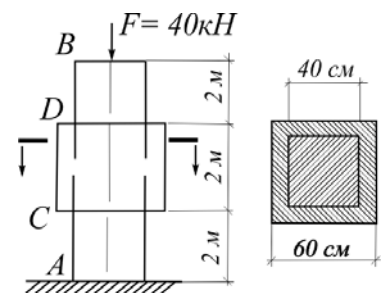

Рис. 2.30
**2.30.** На стержень  $AB$  квадратного сечения плотно надета абсолютно жесткая обойма  $CD$ . Определить изменение длины стержня после приложения нагрузки  $F$ . Трением между стержнем и обоймой пренебречь. Принять  $E = 100$  МПа,  $\nu = 0,5$  (рис.2.30).